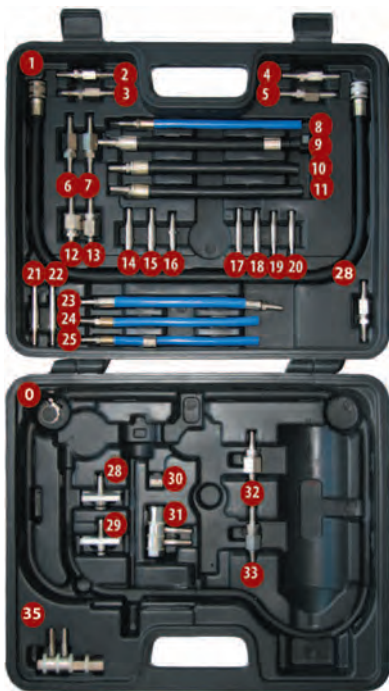

Рисунок 1
3. Комплект адаптеров под различные системы впрыска (см. табл. 1, рис. 1)
Таблица 1. Комплект адаптеров и шлангов 21.3 (рис. 1)